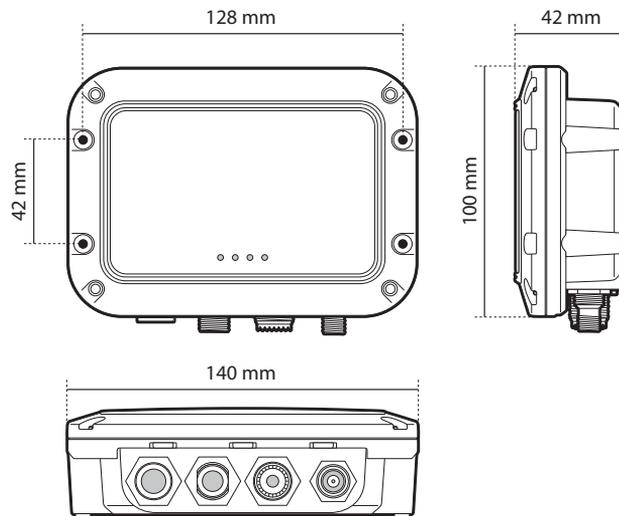

Ilustración 5 Dimensiones del Transceptor AIS
- Debe haber un espacio adecuado alrededor del Transceptor AIS para colocar los cables. Consulte la Ilustración 5 para obtener información sobre las dimensiones del Transceptor AIS.